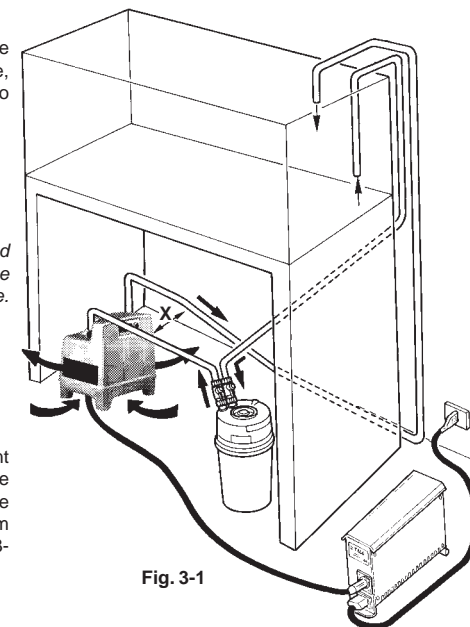

Fig. 3-1
Il climatizzatore va posto vicino all'acquario in una posizione che ne permetta l'aerazione, lontano da fonti di calore, tenendo le griglie d'espulsione dell'aria, distanti almeno 20 cm da qualsiasi ostacolo (Rif. X - Fig. 3-1 / 3-2).
Place the conditioner next to the aquarium, in a ventilated place and away from sources of heat, taking care that the ventilation grilles are at least 20 cm from any obstacle. (Ref. X - Fig. 3-1 / 3-2).
Das Klimagerät muss in der Nähe des Aquariums entfernt von Wärmequellen derart aufgestellt werden, dass seine ausreichende Belüftung gewährleistet ist. Die Luftaustrittsgitter müssen einen Mindestabstand zu einem beliebigen Hindernis von 20 cm haben (Pos. X - Abb. 3-1 / 3-2).
Le climatiseur doit être placé près de l'aquarium dans une position qui permettra son aération, loin de sources de chaleur, en tenant les grilles d'évacuation de l'air à une distance d'au moins 20 cm de tout obstacle (Réf. X - Fig. 3-1 / 3-2).
El climatizador debe ser instalado en proximidad del acuario, en posición aireada, alejada de fuentes de calor, manteniendo las rejillas de expulsión del aire a una distancia mínima de 20 cm respecto de cualquier obstáculo (Ref. X - Fig. 3-1 / 3-2).
O aparelho de climatização deve ser colocado perto do aquário em uma posição que permita a ventilação, longe de fontes de calor, mantendo as grelhas de expulsão do ar, distantes pelo menos 20 cm desde qualquer obstáculo (Ref. X - Fig. 3-1 / 3-2).
- 4 Collegare i tubi come da schemi (Fig. 3-1 / 3-2), avendo cura che l'acqua che entra nel climatizzatore sia già filtrata
- 4 Connect the tubes as in the diagrams (Fig. 3-1 / 3-2), ensuring that the water arriving at the conditioner is already filtered
- 4 Die Schläuche nach Plan (Abb. 3-1 / 3-2) anschließen; hierbei darauf achten, dass das in das Klimagerät einlaufende Wasser schon gefiltert ist
- 4 Raccorder les tuyaux comme sur les schémas (Fig. 3-1 / 3-2), l'eau qui entre dans le climatiseur doit déjà être filtrée
- 4 Conectar los tubos de la forma ilustrada en los esquemas (Fig. 3-1 / 3-2), cuidando que el agua que entra en el climatizador esté ya filtrada.
- 4 Ligue os tubos como ilustrado nos esquemas (Fig. 3-1 / 3-2), tomando cuidado para que a água que entra no aparelho de climatização seja já filtrada